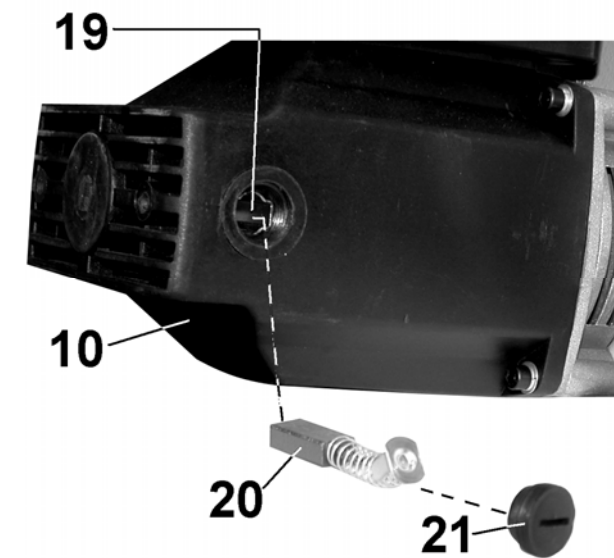

Рис.7.
11.2. Осмотр и замена щеток (Рис. 7).